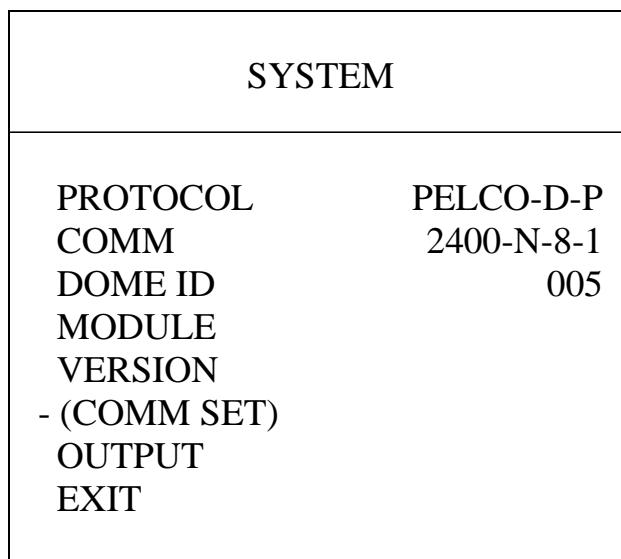

Рис. 8. Меню SYSTEM
- PROTOCOL: Отображает доступные для использования протоколы управления (рисунок 8).